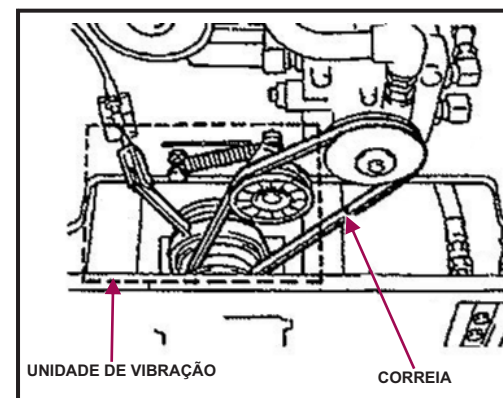

FIGURA 7
6. Mecanismo de Embreagem da Vibração (Figura 7)